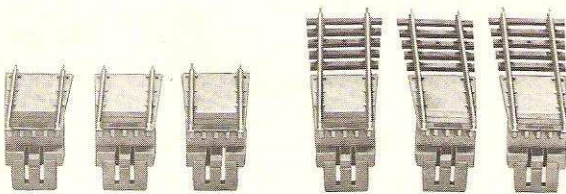
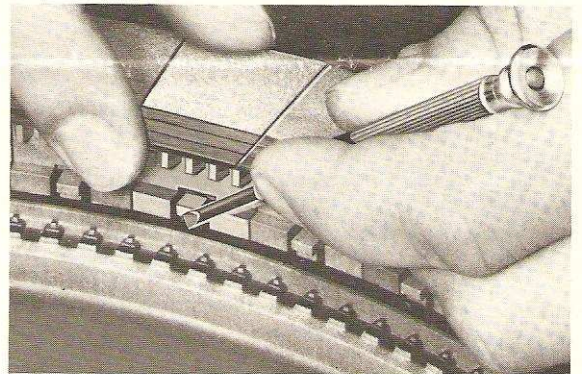

Fig. 7
Fig. 8
Läuft die Drehbühne auch nach Betätigung des Handhebels nicht an, muß sie ausgebaut werden. Dazu wird mit einem kleinen Schraubenzieher die mittlere Gitterabdeckung zwischen den Schienen der Bühne abgehoben und der Sicherungsring am Drehzapfen entfernt. Vorsicht! Sicherungsring nicht verlieren! Auf jeder Seite der Drehscheibe werden mindestens 6 gegenüberliegende Teilstücke entfernt (siehe Fig. 8). Jetzt kann die Bühne in diesen Ausschnitt gefahren und herausgehoben werden.
**Extensions:** With the Extensions Set 6053 the turntable can be extended to cope with three rail connections (Fig. 7). The turntable should be placed away from the area of the installed parts. The cover plates are now pulled up by pushing back the spring switch-tongues (Fig. 8), and stuck in the approach track. Every approach track is to be set up opposite a blind section or another approach track.
**Dismantling the table:** Should the turntable not operate by moving the lever, it will be necessary to dismantle the table. Using a small screwdriver, gently lift the small coverplate in the centre of the table between the two rails and spring off the circlip on the central pivot (Fig. 13). Be careful not to lose the circlip! On each side of the platform take off 6 opposing components (Fig. 8). Now the platform can be removed. The contact points and springs round the central pivot should be cleaned with a cleanser. To put the table back together simply reverse the procedure. In the unfortunate instance that the turntable should still not function, please return it to your local dealer or to your supplier or direct to the **FLEISCHMANN** Technical Centre.
**Agrandissements:** Les possibilités de la plaque tournante peuvent être augmentées en lui adjoignant un ou plusieurs sets complémentaires 6053. Chacun d'eux fournit ainsi 3 voies d'accès de plus (fig. 7). Il faut d'abord orienter le pont tournant vers des secteurs autres que ceux qu'on veut modifier. On soulève ensuite les secteurs modifier en appuyant sur les lamelles de fixation (fig. 8); puis on les remplace par des rails d'accès. Il faut veiller à ce que, en face de chacun de ceux-ci se trouve soit un autre rail d'accès, soit une butée d'arrêt.
**Démontage du pont tournant:** Si après avoir appuyé sur le levier comme il est dit ci-dessus, le pont ne tournait pas encore, il faudrait démonter le pont. Pour cela il faut soulever au moyen d'un petit tournevis la tôle se trouvant entre les rails au centre du pont. Ensuite on enlève l'anneau de fixation (fig. 13). Attention! Veiller à ne pas perdre l'anneau de fixation! De chaque côté de la plaque tournante on démonte au moins 6 secteurs se faisant face (voir fig. 8). Les contacts circulaires et les lamelles de prise de courant doivent être nettoyés à l'essence. Le remontage se fait en sens inverse.
**Uitbreiding:** Met de uitbreidingsset 6053 kan de draaischijf met telkens 3 railaansluitingen uitgebreid worden (Fig. 7). De draaischijf is buiten het bereik van de in te bouwen deelstukken te brengen. Nu kunnen de afdekplaten door het terugdrukken van de verende tongen (Fig. 8) naar boven eruit getrokken worden en op de oprijrails geplaatst worden. Elke oprijrail is tegenover een stootblok of weer op een oprijrail te plaatsen.
**Demontering van de draaibrug:** Loopt de draaischijf ook na gebruik van de hefboom niet, dan moet deze gedemonteerd worden. Daarvoor wordt een kleine schroevendraaier het middelste rooster tussen de rails en de draaibrug weggenomen en de borging van de draaibrug weggenomen (fig. 13). Voorzichtig! Borgring niet verliezen! Op elke zijde van de draaischijf worden minstens 6 tegenoverliggende delen verwijderd (Fig. 8). Nu kan de brug in deze uitrichting geplaatst en eruit genom worden. De kontakten naast de draaibrug en de veerkontakten moeten met benzine gereinigd worden. De inbouw van de draaischijf geschiedt in tegenovergestelde richting. Kan men de draaischijf zelf niet herstellen dan moet men deze door de **FLEISCHMANN** dealer laten repareren.
Med kompletteringsset 6053 kan våndskivan byggas ut med ytterligare 3 spåranslutningar (fig. 7). Vridbryggan flyttas från området med delstycket där anslutningsspåret skall byggas in. Nu tas täckplattorna bort genom att trycka tillbaka de fjädrande tun-gorna (fig. 8) och dra uppåt och påfartsspåren sätts fast. Varje påfartsspår sätts mittemot en blindsockel eller ett påfartsspår.
Per prima cosa il ponte girevole è da orientarsi verso i settori non interessati all'ampliamento. Si levano poi i lamierini di copertura dei settori da modi-ficare premendo all'indietro le lamelle di fissaggio (fig. 8), sostituendoli infine con binari di accesso. A fronte di ogni binario di accesso è da montarsi un traversone di arresto oppure un altro binario di accesso.